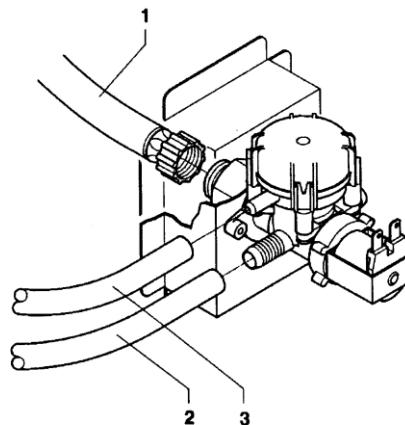

Рис. 13
Для подключения подачи воды к узлу (3/4" gas) электромагнитного клапана подачи воды (см. Рис. 13) используйте шланг, способный выдержать давление воды в водопроводе и пригодный для работы с пищевыми продуктами (мин. внутренний диаметр 6 мм)
Электромагнитный клапан подачи воды (см. Рис. 13) оснащен датчиком переполнения, механически останавливающим подачу воды в случае неисправности в самом электромагнитном клапане или в устройстве управления уровнем воды в бойлере. Для возвращения к нормальному функционированию следует:
- ослабить соединение, предохраняющее трубку подачи электромагнитного клапана, чтобы сбросить остаточное давление водопровода, а затем снова затянуть (см. Рис. 13);